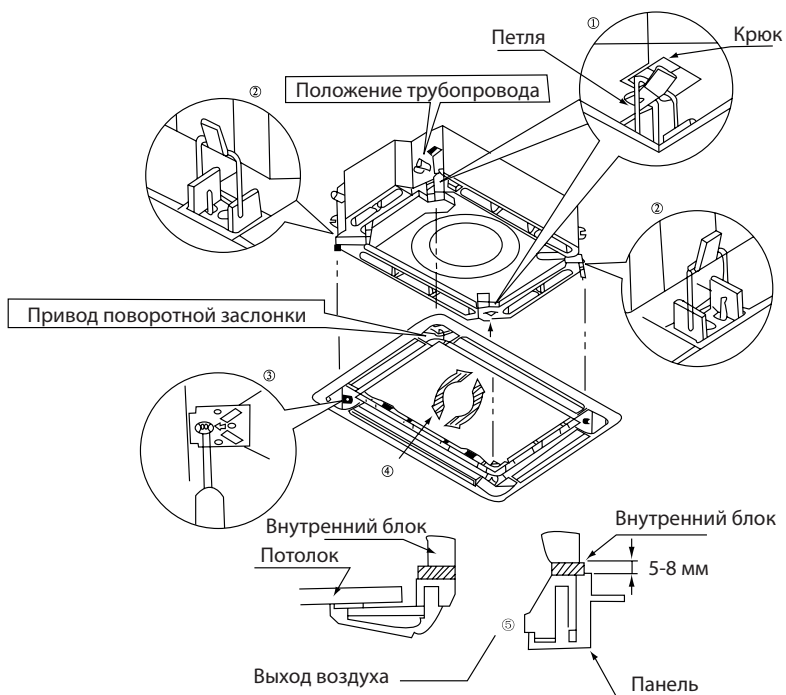

Рис. 35
4. Отрегулируйте панель в направлении, указанном стрелкой, как показано на рис. 35.